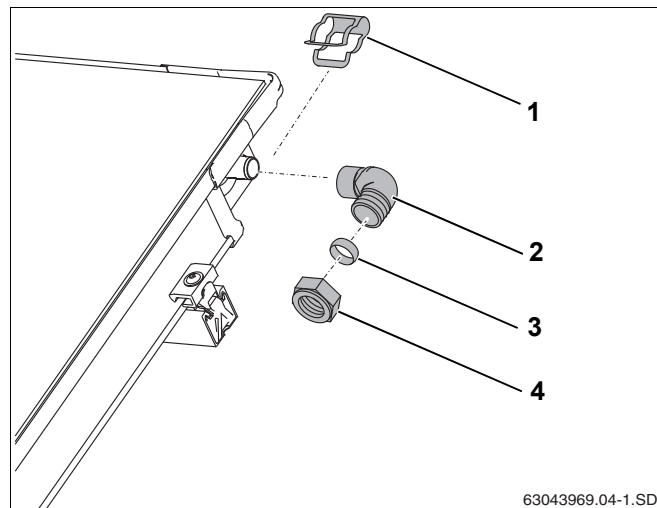

Рис. 57 Монтаж подающей линии (без воздушного клапана на крыше)
- ▶ Наденьте уголок (рис. 57, **поз. 2**) с зажимным кольцом и накидной гайкой на штуцер коллектора.
- ▶ Закрепите уголок зажимом (рис. 57, **поз. 1**).